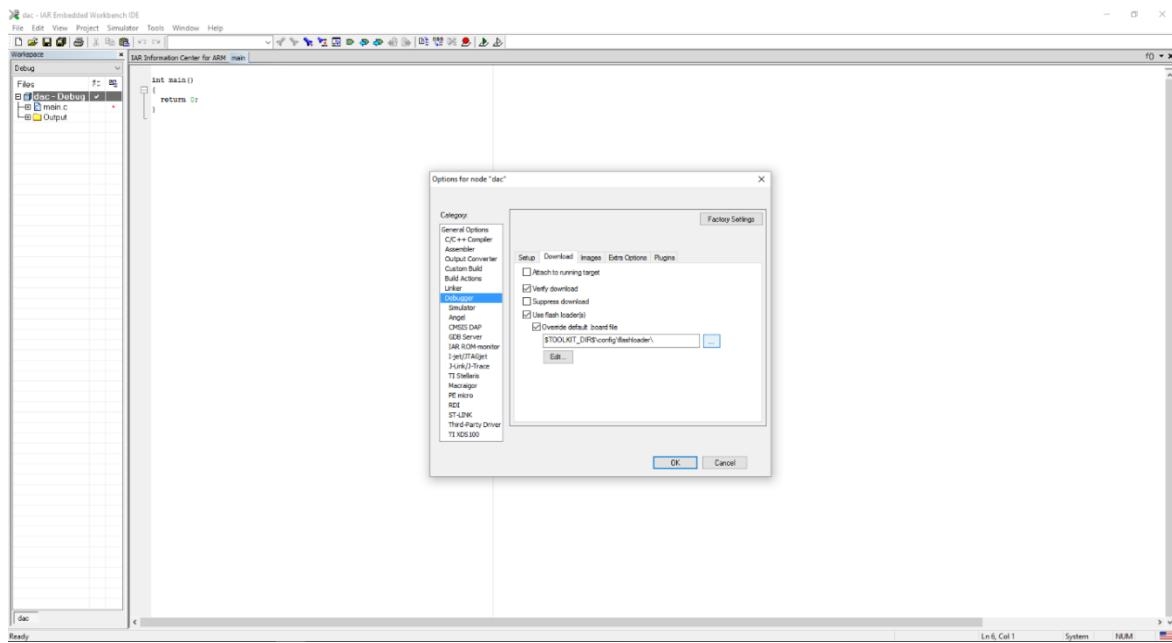
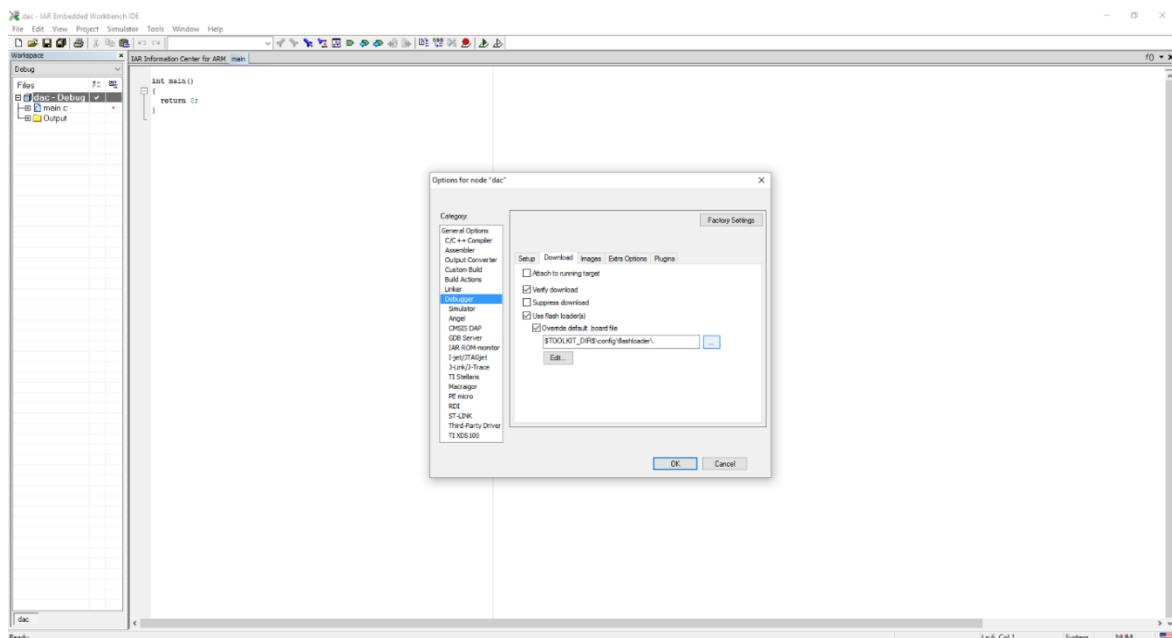

Рис. 1.23. Меню Debugger, вкладка Download
Рис. 1.24. Окно выбора flashloader фирмы «Миландр»
11. Во вкладке Download меню Debugger следует выбрать необходимые пункты, как показано на рис. 1.23 и выбрать flashloader фирмы «Миландр» (рис. 1.24).